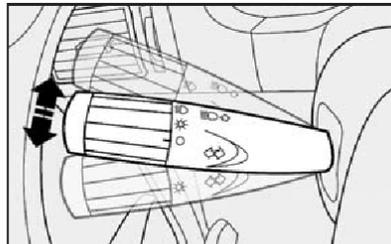

fig. 54
**Luzes de direção (setas) - fig. 54**